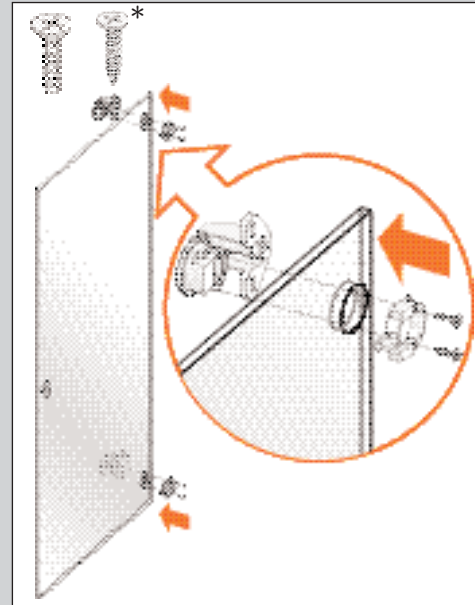

ABBILDUNG 24
- Stecken Sie das Befestigungsteil der Scharniere durch das Loch in der Tür (siehe Abb. 24). Achten Sie bei Mattglas auf Vorder- und Rückseite. Die Vorderseite ist glatt.
- Setzen Sie an der Vorderseite der Tür die Kunststoffkappe auf das Scharnier und setzen Sie die Schrauben ein (siehe Abb. 24).
*Verwenden Sie die abweichenden Schrauben\* (Abb. 24) bei den Zwischentüren.*